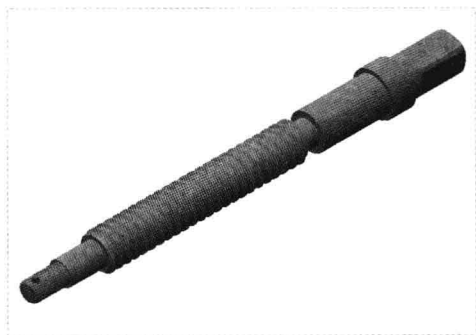

图 16-89 丝杆效果
Step 11 返回“拉伸”选项卡, 单击“选项”按钮, 弹出“选项”下滑面板, 设置“侧 1”和“侧 2”的拉伸方式为“穿透”, 单击“移除材料”按钮, 然后单击“应用并保存在工具中所做的所有更改, 然后关闭工具操控板”按钮, 完成拉伸切除特征的创建, 此时即可完成丝杆的制作, 效果如图16-89所示。